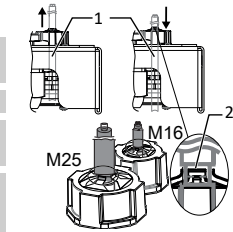

Fig. 14: Skärmstöd på EMC-skruvanslutning
- 1 Testa ledningarna (1) med avseende på spänning/tryck genom att helt öppna och stänga dörren.
- 2 Ange skärmstödet läge på EMC-förskrivningarnas klämkorg (2).
- 4 Dra tillbaka ledningarna till skärmstödet tills avskärmningen av klämkorgen är klar och en förskjutning av anslutningskabeln är utesluten. [Se bild 14]